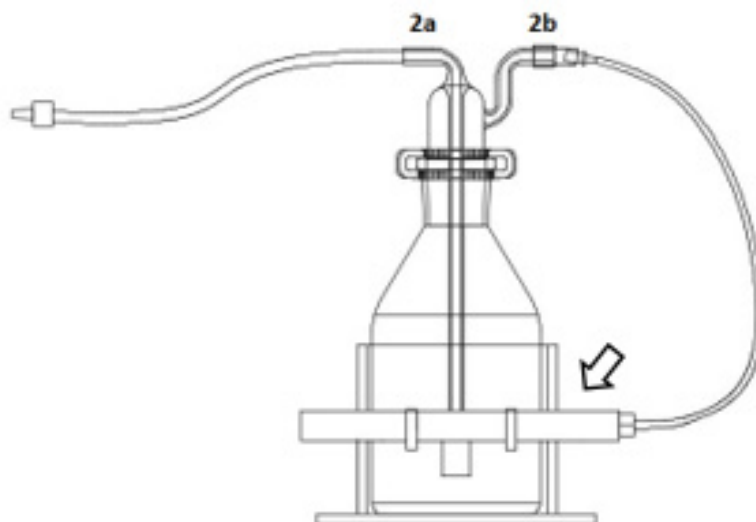

Figura 3 - Encaixe catalisador no conjunto
- e) Encaixar o catalisador no suporte de acrílico (Figura 3).